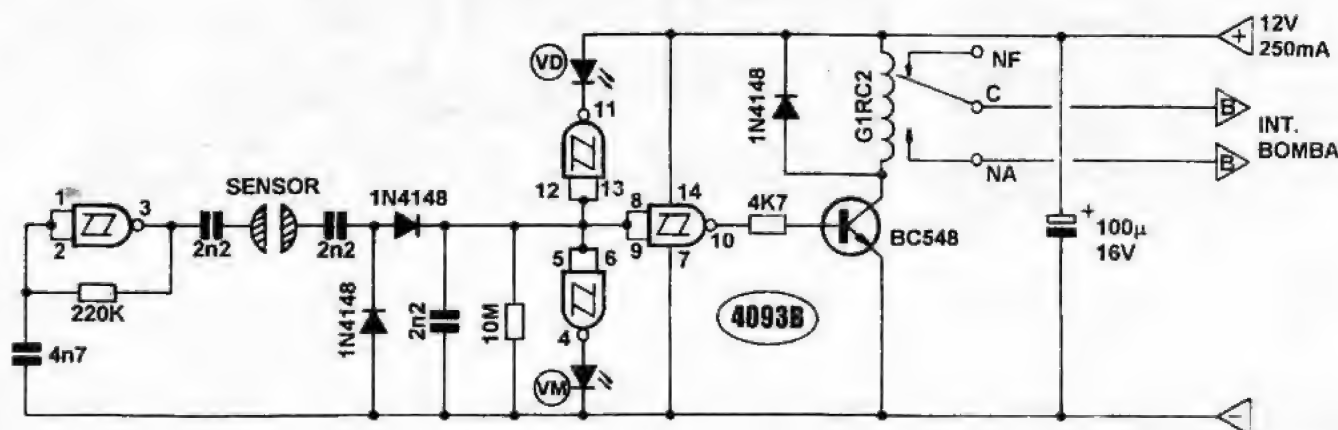

Fig. 1
- FIG. 1 - DIAGRAMA ESQUEMÁTICO DO CIRCUITO - No núcleo ativo do circuito, temos um barato e comum integrado da família digital C.MOS, o já bem conhecido (super-utilizado nas nossas montagens e projetos, pela sua versatilidade e facilidade de *circuitagem*, exigindo um mínimo de componentes passivos anexos...) 4093. Um de seus *gates*, o delimitado pelos pinos 1-2-3, trabalha em **ASTÁVEL**, oscilando sob frequência relativamente alta, determinada pelos valores do capacitor de 4n7 e resistor de 220K, com os sinais de saída aplicados a um dos eletrodos sensores, via capacitor de acoplamento no valor de 2n2... Estando o *outro* eletrodo sensor, metálico, mergulhado no mesmo meio condutivo (a água, no caso...),